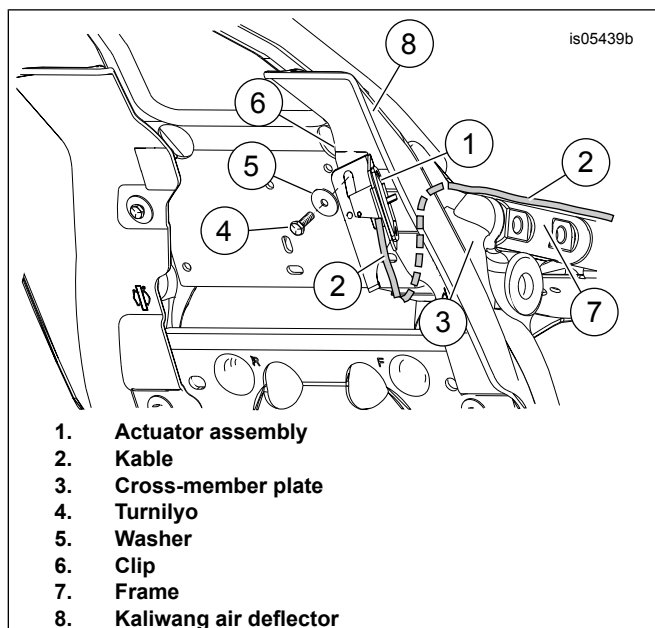

Figure 9. Pagkakabit ng Actuator Assembly na may Mid-Frame Air Deflector
12. **Mga Modelong may Mid-Frame Air Deflector:** Tingnan ang Figure 9.
- I-slide ang flat na panig ng actuator assembly (1) sa likod ng mga kable ng spark plug.
- Ipirmi sa posisyon gamit ang turnilyo (4) at washer (5). Higpitan.